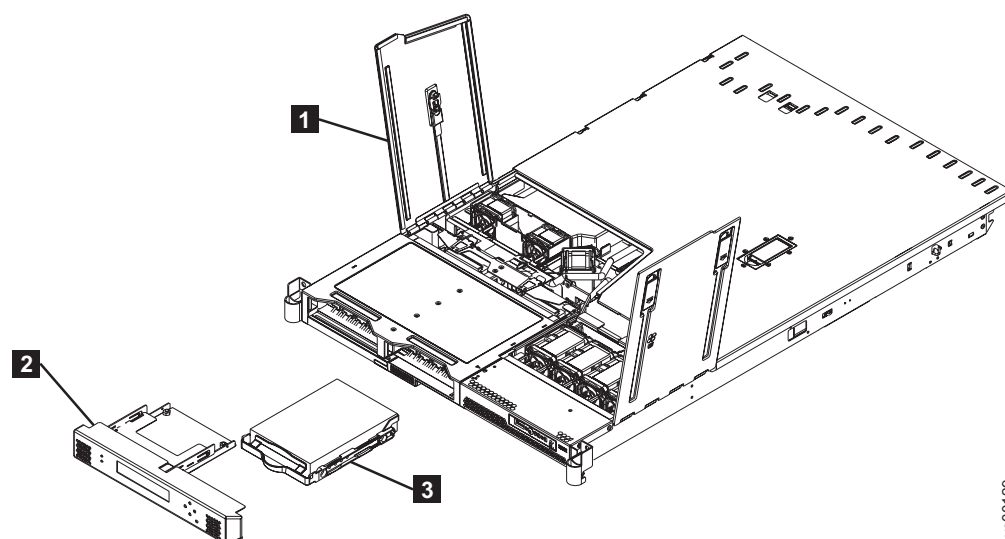

図 159. SATA ディスク・ドライブの取り外し
4. ファン・ドア A (図 159 の **1**) を開きます。